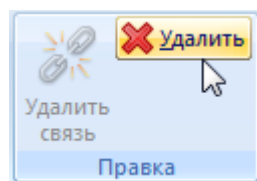

Рис. 5-98 – Кнопка «Удалить» панели «Правка»
2) Нажать кнопку «Удалить» панели «Правка» (рис. 5-98).